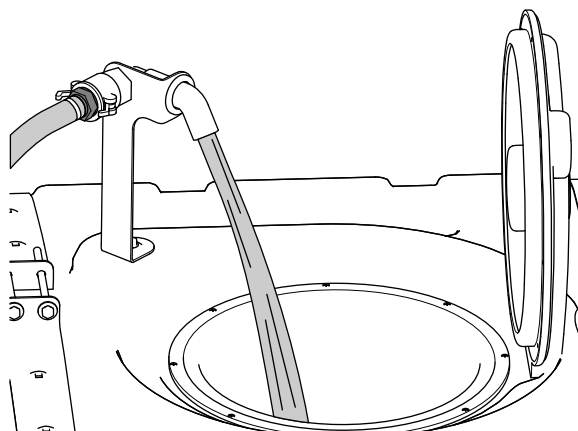

Bild 27
5. Füllen Sie Dreiviertel der benötigten Wassermenge in den Sprühbehälter (Bild 27).